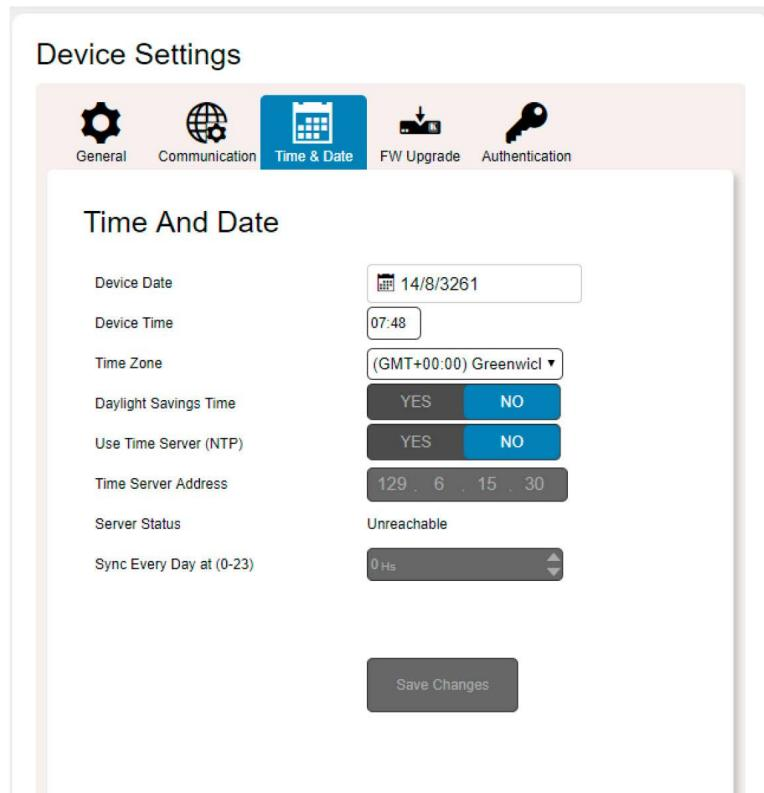

Рис. 13. Закладка Time and Date
2. Откройте закладку Time & Date (Рисунок 13).